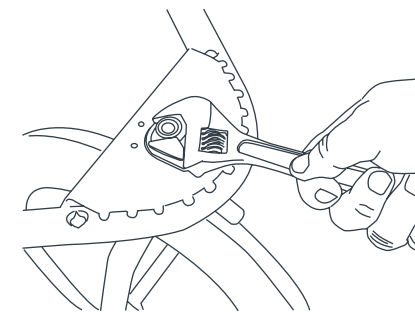

Fig. 21
- 21) • Si experimenta un tambaleo en la rueda delantera que es anormal para el uso al caminar, podría tener que ajustar la arandela de la rueda delantera, que se encuentra debajo del reposapiés al frente del carrito. Puede usar una llave inglesa estándar para ajustar la tuerca. **NO AJUSTE DE MÁS.** ya que podría dañar la arandela (Fig. 21).